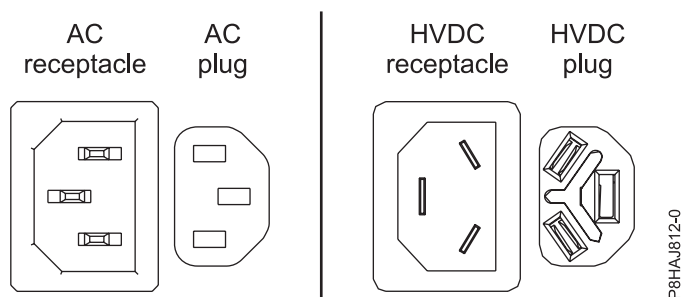
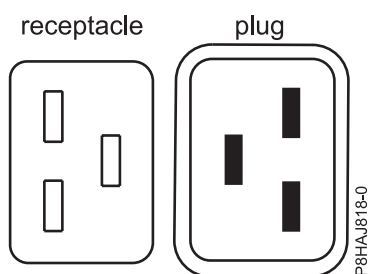
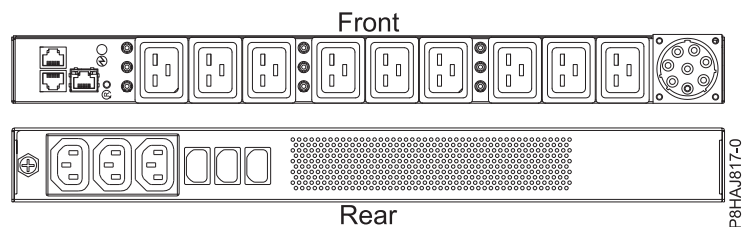

Figura 53. Conectores AC e HVDC
Figura 54. Conectores do sistema 8408-44E
Figura 55. O PDU para o sistema 8408-44E
O Figura 53 mostra os conectores de corrente alternada (AC) e de corrente direta de alta voltagem (HVDC) suportados. O Figura 54 e o Figura 55 mostra os conectores suportados e a unidade de distribuição de energia (PDU) do 8408-44E.